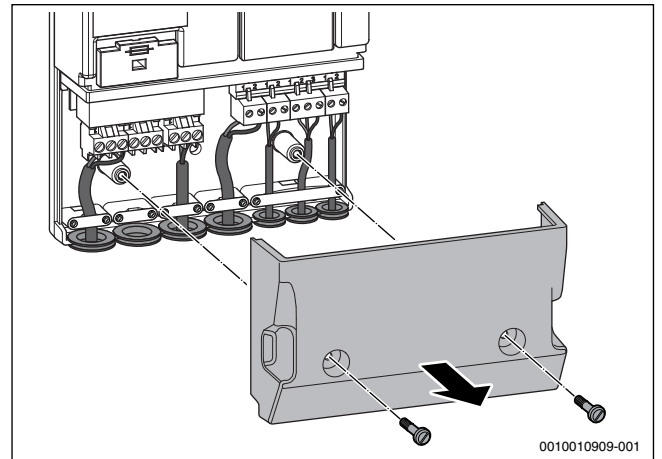

Bild 31 Funktionsmodul öffnen
- ▶ Abdeckung des Moduls entfernen (→Bild 31).